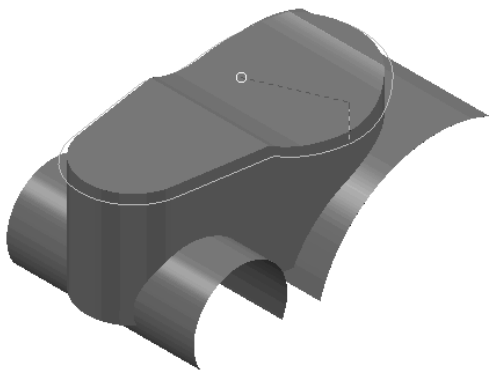

图 2-210 顶部
- 【顶部】: 根据已选曲面的顶部边缘轮廓生成刀具路径, 如图 2-210 所示。